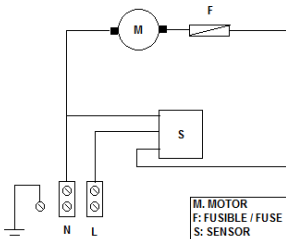

FIG 0:
- ☐ Avant d'effectuer l'installation, vérifier si l'emplacement choisi se trouve bien à la distance de sécurité exigée par la réglementation CEI (Fig 0.) De cette façon, pour la version avec capteur, on pourra éviter les reflexes qui peuvent produire l'activation involontaire du sèche-mains et un bonne aération de l'appareil est conseillé.